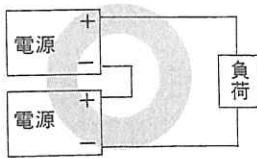

図1
■ 2台以上の電源を直列運転（図1）される場合は定格以上の電流が流れないよう注意して行なってください。